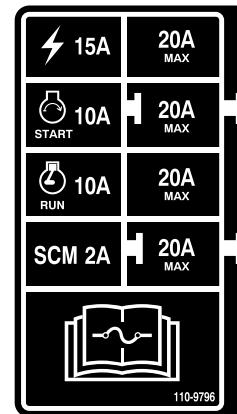

Figure 44
**Important:** Si vous devez remplacer un fusible, utilisez toujours un fusible de même type et de même intensité que celui d'origine, car vous pourriez sinon endommager le système électrique. Reportez-vous au schéma et à l'intensité de chaque fusible sur l'autocollant apposé près des fusibles (Figure 44).